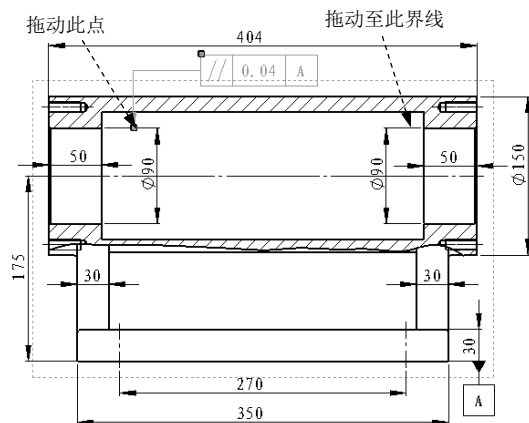

图 6.15.46 选取形位公差
(1) 添加另外一个引线。选取形位公差文本，系统弹出“形位公差”对话框，按 **Ctrl** 键，拖动图 6.15.46 所示的箭头端点至图 6.15.46 所示的尺寸界线上。